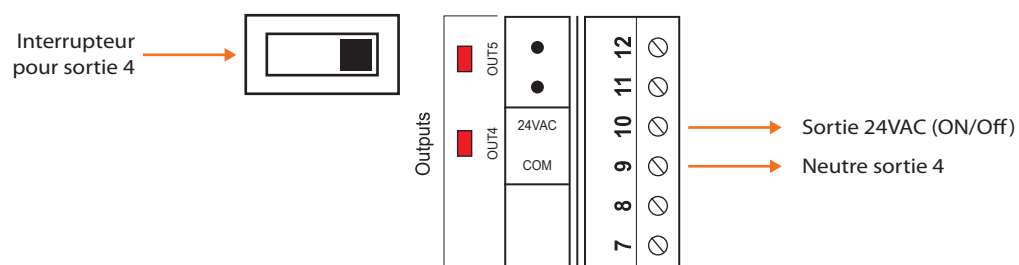

Figure 10 - Sortie en mode SOURCE
1) Position de l'interrupteur pour obtenir une sortie active SOURCE (voir Figure 10):
Le régulateur de chaudière PL-C1000-BLR est alimenté par une source d'alimentation 24 VAC raccordée en utilisant le bornier «COM » et le bornier «24 VAC » (voir la Figure 10). Le neutre (com) pour toutes les entrées et sorties est partagé avec celui de la source d'alimentation. (Exception: Quand la sortie est en mode passif, le neutre de cette sortie est isolé de la source d'alimentation). Toutes les sources d'alimentation des sorties sont partagées avec la source d'alimentation 24 VAC du régulateur.